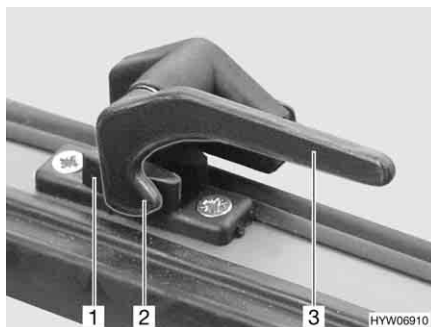

Fig. 24 Leva di serraggio in posizione "Chiuso"
- Ruotare la leva di serraggio (Fig. 24,3) di un quarto di giro verso il centro della finestra.
- Ruotare la leva di serraggio (Fig. 24,3) di un quarto di giro verso il telaio della finestra. Il nasello di chiusura (Fig. 24,2) si trova sul lato interno della chiusura della finestra (Fig. 24,1).
- In posizione "Completamente chiusa" (Fig. 24).